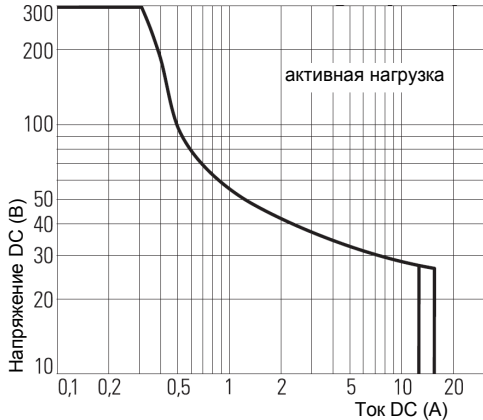

Рис. 3
Максимальный коммутируемый ток, при активной нагрузке: АС 250 В, 50 Гц (АС1) / DC 30 В (DC1), (рис. 3)	8 А / 8А
- Нагрузочная характеристика контактов показана на рис.3.